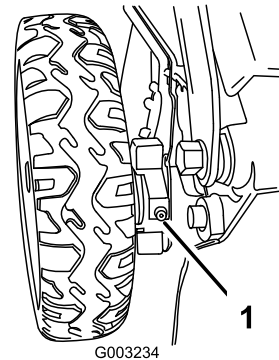

Figure 41
1. Essuyez les graisseurs situés juste à l'intérieur des roues arrières avec un chiffon propre (Figure 41).